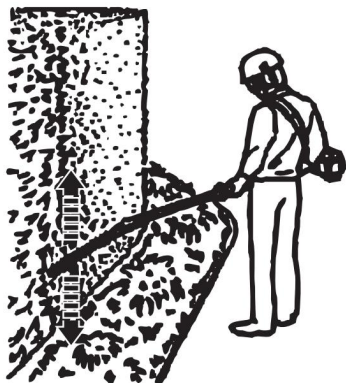

Fig. 59
4. Skär båda sidor från bottenkärningen uppåt till toppen. Detta kommer att förhindra att något av sticklingen faller in i banan för det område som fortfarande ska skäras (fig. 59).